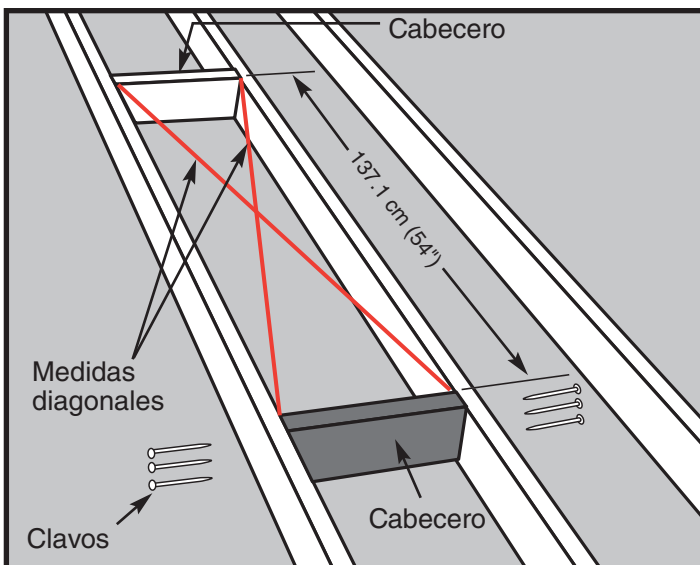

Figura 13 Cómo verificar la escuadra
- PASO 5.** Posicione el segundo cabecero a 137.1 cm (54") del primero, y repita el paso 4 (vea la Figura 13).
- PASO 6.** El marco para la abertura sin terminar necesita cuatro lados. Los cabeceros forman dos de esos lados. Si las vigas de su cielorraso están espaciadas de modo de formar los otros dos lados de la abertura sin terminar, revise la abertura para verificar la escuadra. Para ello, mida las diagonales. Las medidas deben diferir en menos de 3.2 mm (1/8") para que el conjunto se considere a escuadra (vea la Figura 13).